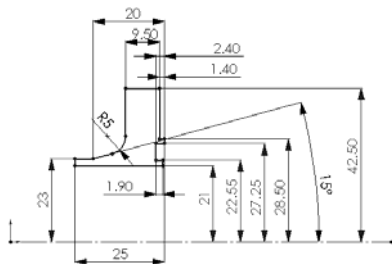

图 7-28 绘制草图并标注尺寸
(1) 新建文件。启动 SolidWorks 2012，单击“标准”工具栏中的（新建）按钮，或选择菜单栏中的“文件”→“新建”命令，在弹出的“新建 SolidWorks 文件”对话框中，单击（零件）按钮，然后单击“确定”按钮，创建一个新的零件文件。
(2) 新建草图。在“FeatureManager 设计树”中选择“前视基准面”作为草图绘制基准面，单击“草图”工具栏中的（草图绘制）按钮，创建一张新草图。
(3) 绘制草图。单击“草图”工具栏中的（中心线）按钮，或选择菜单栏中的“工具”→“草图绘制实体”→“中心线”命令，过坐标原点绘制一条水平中心线作为基体旋转的旋转轴；然后单击（直线）按钮，绘制接口轮廓草图。单击“尺寸/几何关系”工具栏中的（智能尺寸）按钮，或选择菜单栏中的“工具”→“标注尺寸”→“智能尺寸”命令，为草图添加尺寸标注，如图 7-28 所示。